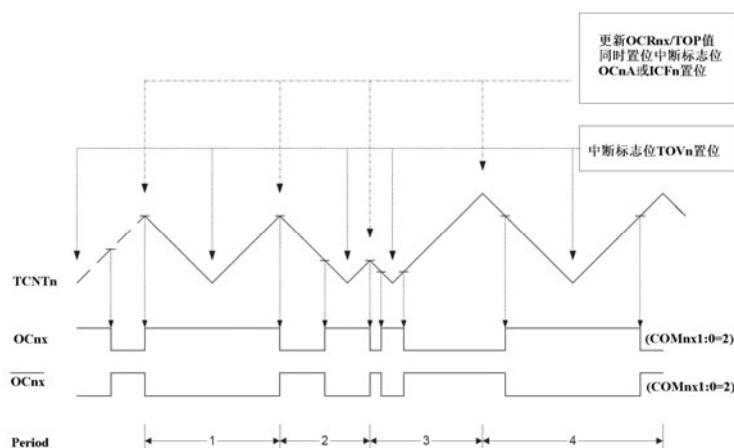
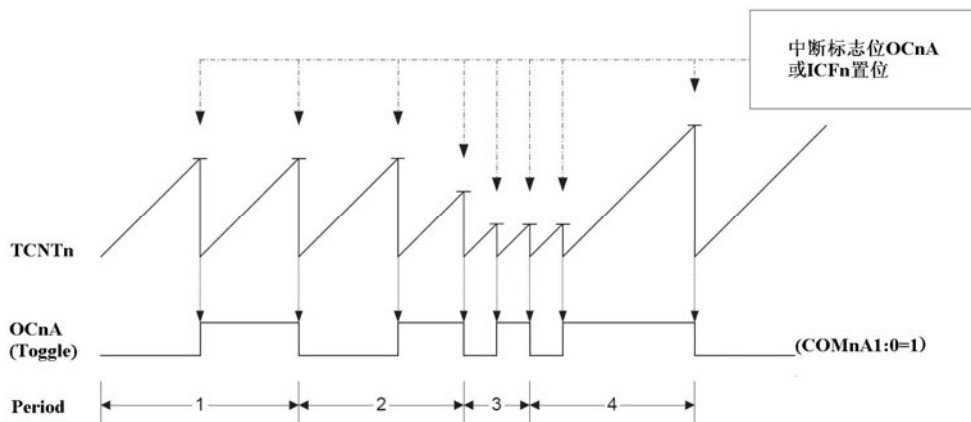
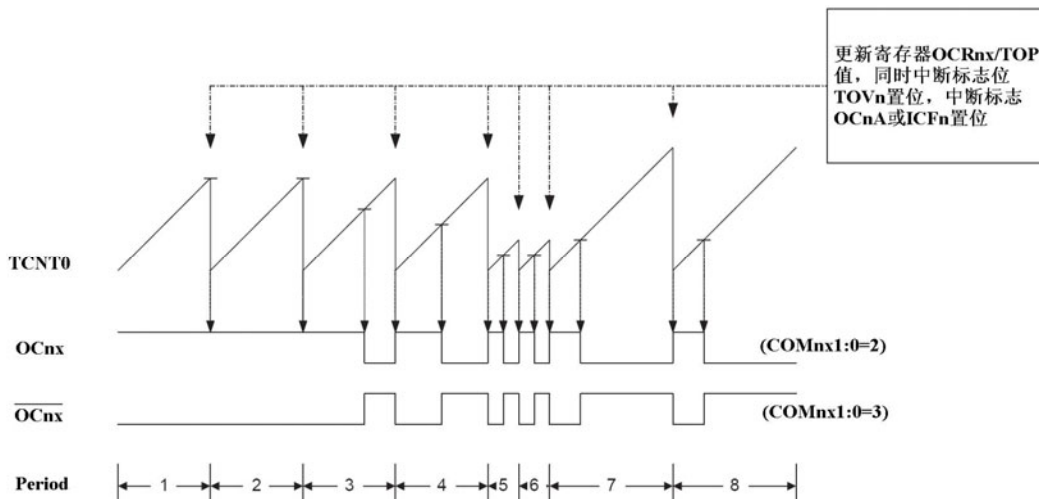
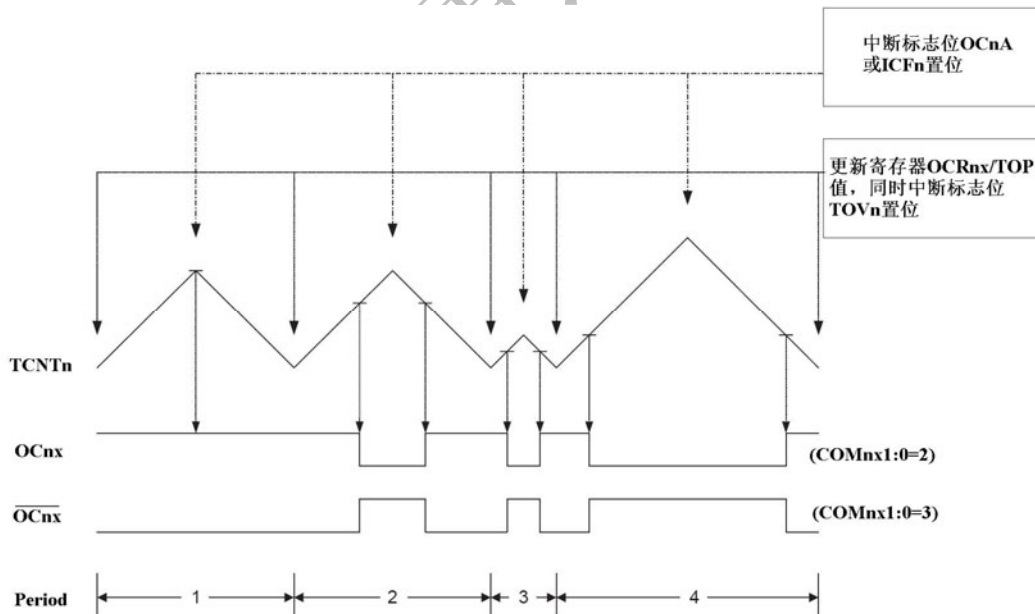

图 2.9 T/Cn 的相位修正 PWM 模式
图 2.10 T/Cn 的比较匹配清零定时器 CTC 模式
图 2.11 T/Cn 的快速 PWM 模式
图 2.12 T/Cn 的相位频率修正 PWM 模式
当 T/Cn 工作在相位修正 PWM 模式下，T/Cn 为双向计数器：T/Cn 重复的先从 BOTTOM 计数到 TOP（正向计数），然后再从 TOP 开始倒退计数到 BOTTOM（反向计数）。我们要注意在普通相位 PWM 输出和反向 PWM 输出过程中，当 T/Cn 正向计数或反向计数引脚 OCnx 上输出电平的行为，如图 2.9 所示。
注意 在图 2.9 及下面的图 2.10、图 2.11 和图 2.12 中，TCNTn 上的小横条表示寄存器 OCRnx 和寄存器 TCNTn 的比较匹配。
(3) WGMn3 位~WGMn0 位=4 或 12 时，T/Cn 工作在比较匹配清 0 定时器 CTC 模式，如图 2.10 所示。在 CTC 模式下，我们要注意以下几点。
(4) WGMn3 位~WGMn0 位=5、6、7、14 或 15 时，T/Cn 工作在快速 PWM 模式下。此时可以产生高频率的 PWM 波形。这里我们要注意在普通相位 PWM 输出和反向 PWM 输出过程中，引脚 OCnx 上输出电平（即 PWM 波）的行为，如图 2.11 所示。
当 T/Cn 工作在相位频率修正 PWM 模式下, T/Cn 为双向计数器: T/Cn 重复的先从 BOTTOM 计数到 TOP (正向计数), 然后再从 TOP 开始倒退计数到 BOTTOM (反向计数)。这里我们要注意在普通相位 PWM 输出和反向 PWM 输出过程中, 当 T/Cn 正向计数或反向计数引脚 OCnx 上输出电平 (即 PWM 波) 的行为, 如图 2.12 所示。